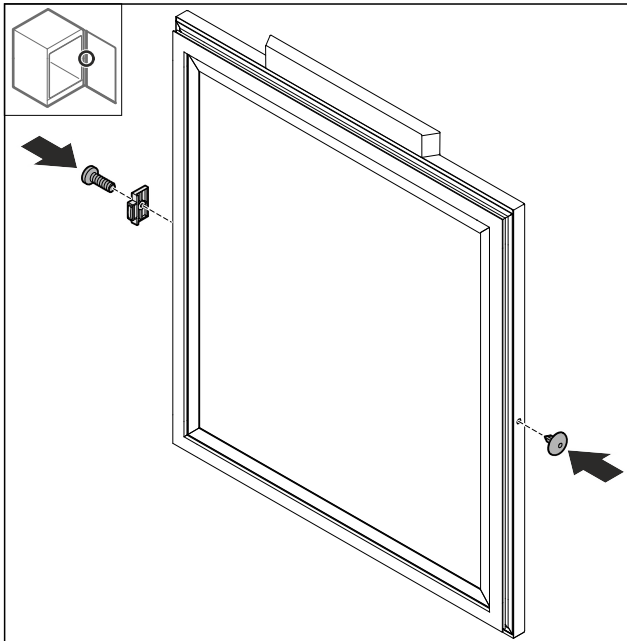

Fig. 74
- Sett inn dørstopperen Fig. 74 (1) dreid 180° på motsatt side.
- Sett inn dekkelet Fig. 74 (2) på motsatt side.